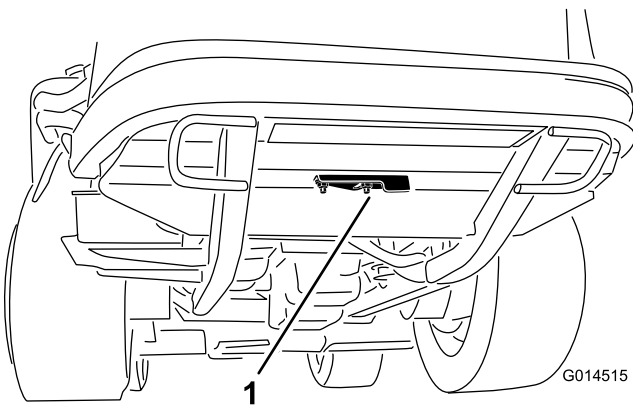

Figure 45
2. Desserrez l'écrou à embase qui fixe le couvercle de nettoyage à la face inférieure du cadre arrière (Figure 45). Faites pivoter le couvercle sur le côté pour exposer le trou de nettoyage dans le cadre.